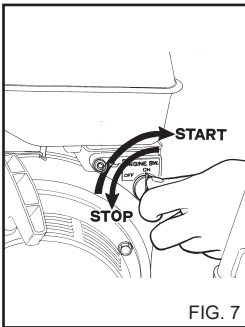

FIG. 7
3) Plasser motorbryteren i posisjonen ON (fig. 7).
3) Plasser motorbryteren i posisjonen OFF. (fig. 7).